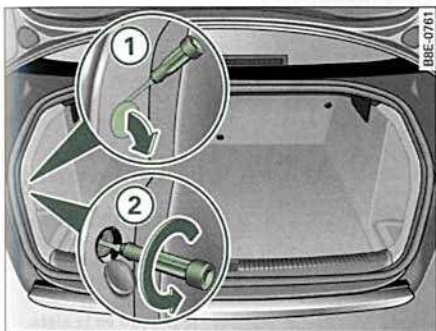
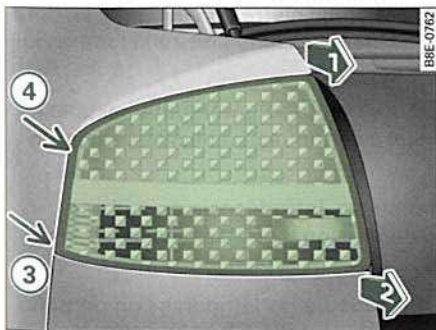

Fig. 257 Maletero: Posición del tornillo de fijación para la unidad de luz trasera
Fig. 258 Desmontar la unidad de luz trasera en la aleta
- Retire la cubierta haciendo palanca con un destornillador en el rebaje ⇒ fig. 257 ①.
- Desenroscar el tornillo que hay detrás con un destornillador (flecha) ②.
- Tire de la unidad de luz trasera a uno y otro lado (en la dirección de las flechas) ⇒ fig. 258 posiciones ① y ② hasta que salga de su alojamiento (posiciones ③ y ④).